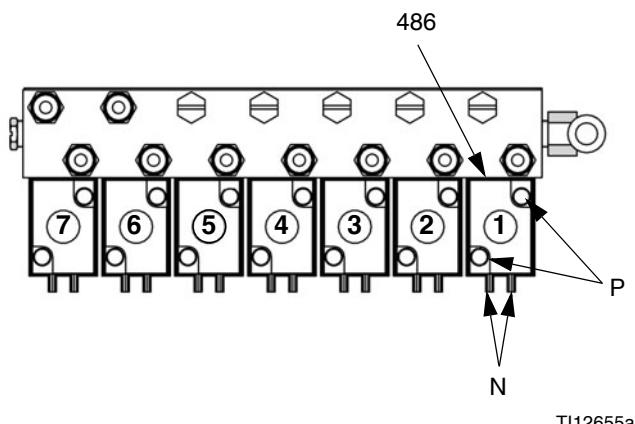

Рис. 31. Соленоиды RoboMix
- Отвинтите 2 винта (P), и извлеките соленоид (486). См. Рис. 31 и Табл. 8.